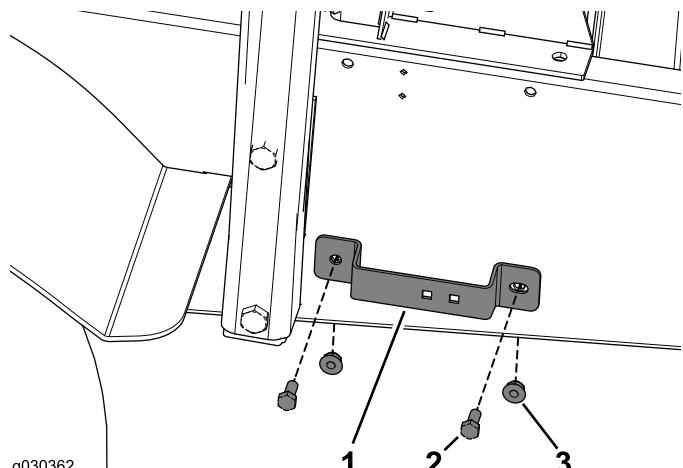

Figura 44
1. Fije el soporte de la manguera al bastidor de la máquina con los 2 pernos ($5/16'' \times 3/4''$) y 2 tuercas con arandela prensada (Figura 44).